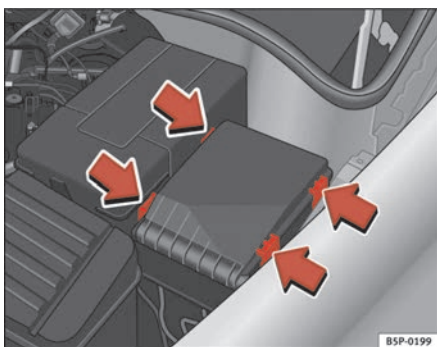

Abb. 161 Sicherungsdeckel im Motorraum
- Haken Sie den Sicherungsdeckel im Motorraum an den Laschen aus, indem Sie die Laschen zur Deckelmitte drücken ⇒ Abb. 161.